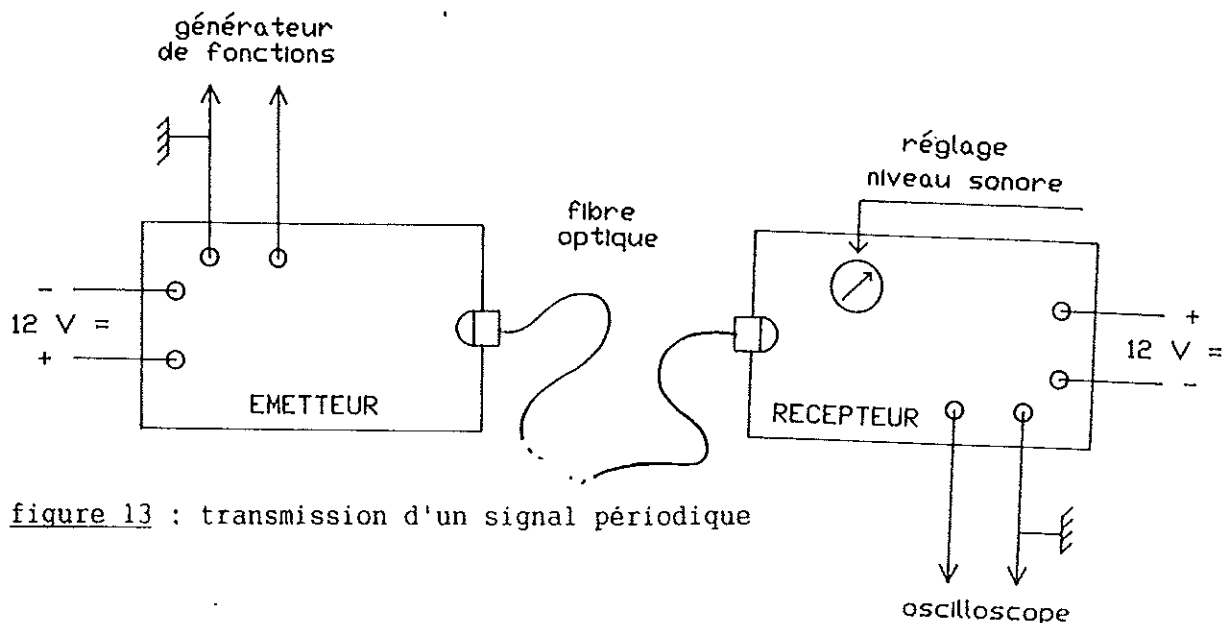

figure 13 : transmission d'un signal périodique
- pour visualiser le signal reçu, il faut connecter l'oscilloscope aux bornes jaune et noire du boîtier récepteur (noire à la masse de l'oscilloscope). Se reporter à la figure 13.